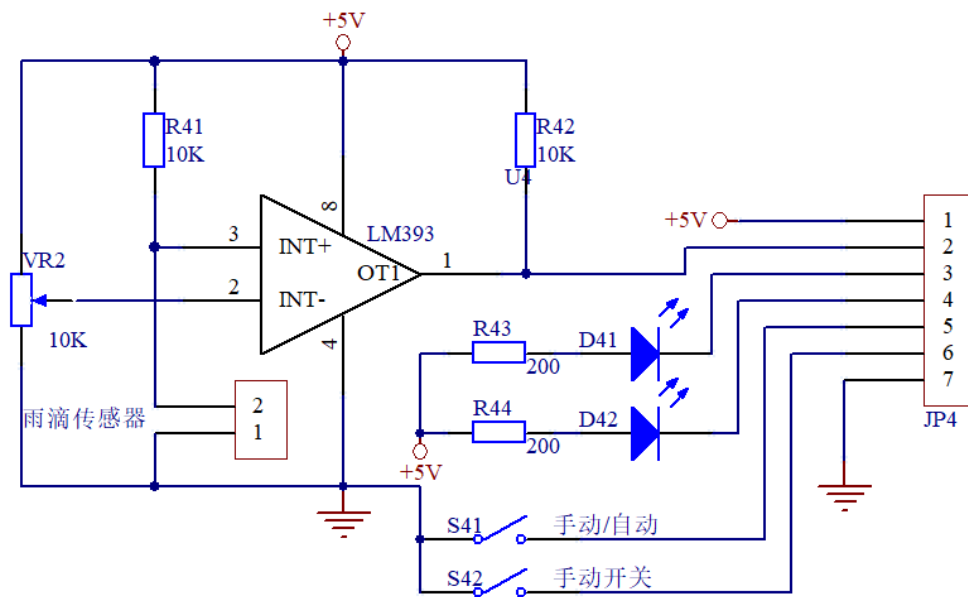

图 1 自动雨刮器控制模块外围电路图
(1) 外围接口功能电路图如图 1 所示,按照电路原理图使用 PROTEUS 软件完成电路仿真图绘制。